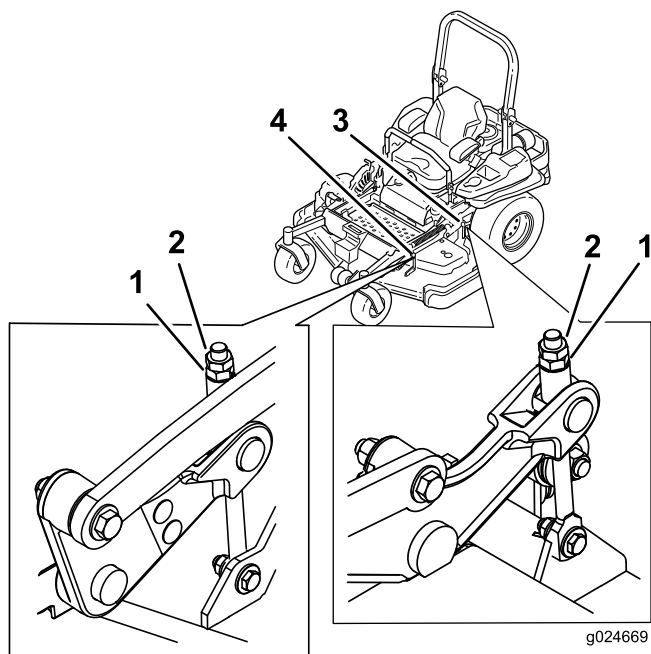

Bild 87
- Drehen Sie die Einstellmutter am Frontmähdrehwerk, um eine genaue Einstellung zu erreichen, siehe Bild 87.
15. Drehen Sie die Einstellschraube, um eine Höhe von 8,3 mm zu erhalten (Bild 87).